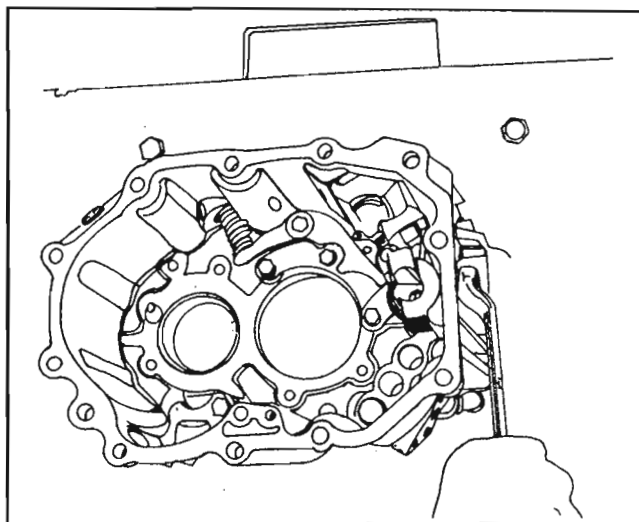

Fig. 43
Afloje el tornillo de montaje del cojinete y quite el cojinete (98). *Fig. 43*